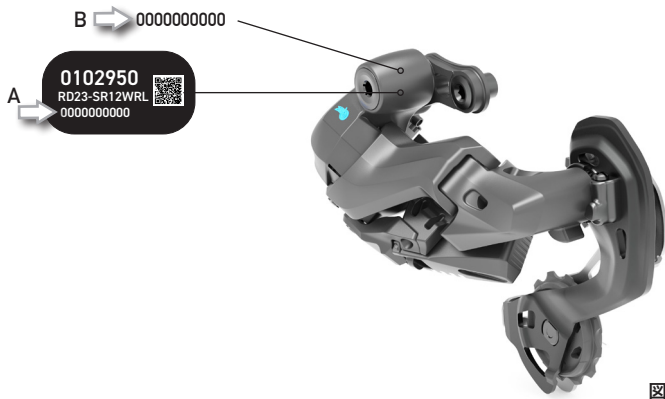

図12
- ・リア・ディレイラーのシリアル番号を入力してください。シリアル番号は取り外せるラベル（図11）、またはリア・ディレイラー・ハンガー前面に貼られている黒いラベル（A - 図12）に印字されています。あるいは、2023年8月以降に生産された製品であれば、リア・ディレイラー本体に直接印字されています（B - 図12）。